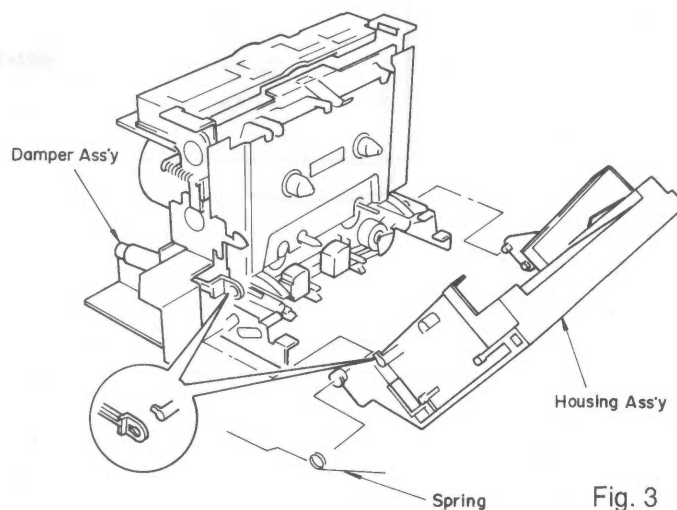

Fig. 3
- a. Detach the spring in fig. 3.